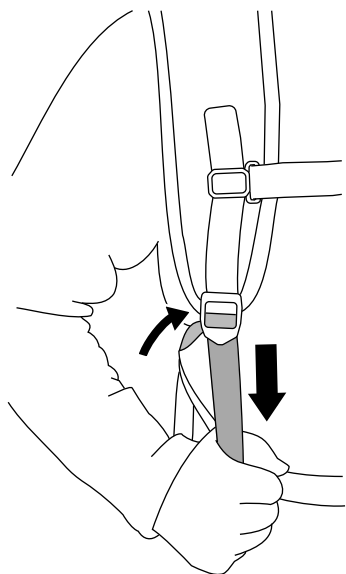

Figura 11
4. Tirate verso il basso lo strumento di regolazione del cinturino per le spalle fino a quando i cinturino non sono aderenti (Figura 11).